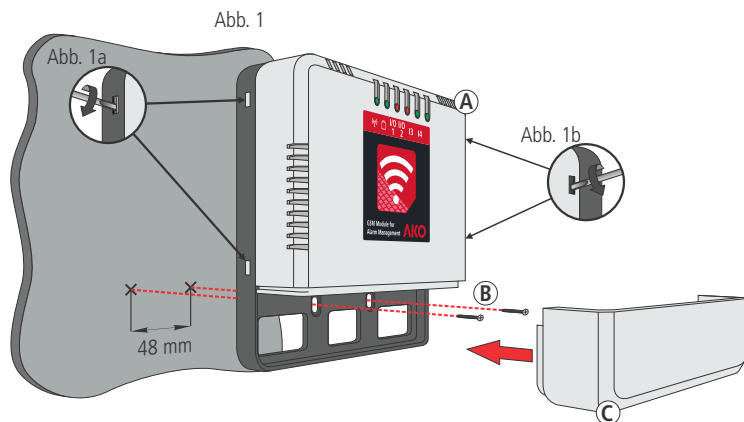

Abb. 2
- Die Abdeckung der SIM-Karte auf der Rückseite des Geräts öffnen und die SIM-Karte einlegen (Abb. 2). **Hierzu muss die PIN deaktiviert sein.**